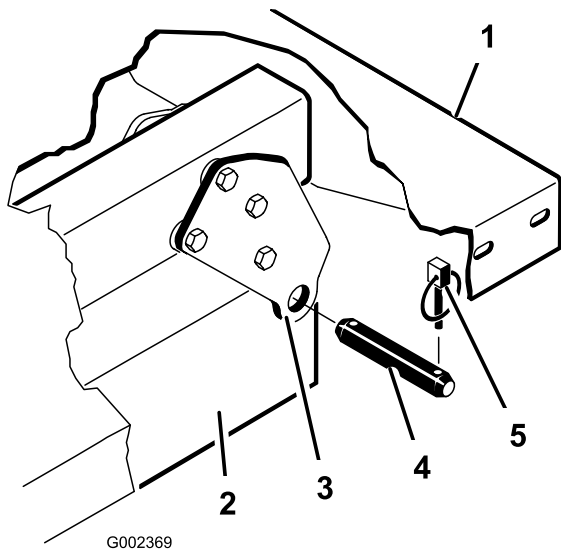

Figure 35
que l'extrémité inférieure soit inclinée vers l'arrière (Figure 35).
2. Placez le plateau sur le châssis du véhicule avec précaution et en alignant les trous des plaques de pivot arrière sur ceux du profilé arrière du châssis. Montez 2 axes de fixation et goupilles à anneau (Figure 35).
3. Abaissez le plateau, fixez chaque extrémité de la tige du vérin aux fentes appropriées dans les plaques de montage du plateau au moyen d'un axe et d'une goupille à anneau. Insérez l'axe de fixation par l'extérieur du plateau, la goupille à anneau étant à l'extérieur (Figure 35). Les fentes arrière sont réservées à l'installation du plateau complet et les fentes avant à l'installation du plateau 2/3.